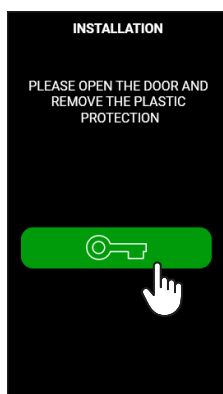

fig.7
- Lås lågen op ved at trykke på den grønne knap (fig. 7);